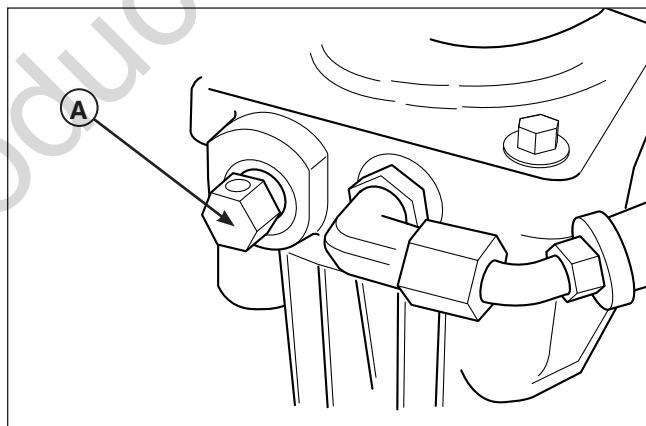

Figura 9. Desvío del sistema hidráulico
3. Para desconectar las bombas (posición de llanta liberada), gire las válvulas de seguridad del hidráulico (A, Figura 9) que se encuentran en las bombas A LA IZQUIERDA un máximo de dos (2) vueltas completas.